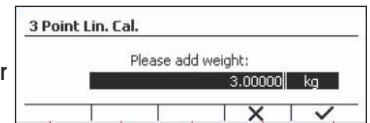

Figure 18
- Placez la masse d'étalonnage sur le plateau, puis appuyez sur le bouton multifonction correspondant à l'icône ✓ pour confirmer. Pour modifier le point d'étalonnage, saisissez la valeur désirée, puis placez le poids correspondant sur le plateau pour l'étalonnage. (Voir Figure 18)